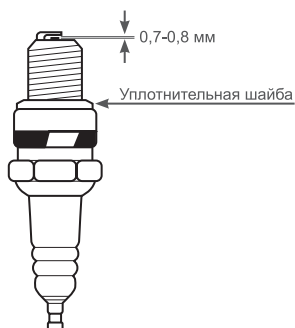

Рис. 29. Обслуживание свечи зажигания
4. Измерьте зазор между электродами свечи зажигания специальным щупом. Зазор должен быть 0,7-0,8 мм, см. Рис.29. При увеличении, или уменьшении требуемого зазора, рекомендуется заменить свечу, так как регулировка зазора может привести к изменению качества искрообразования.
При установке новой свечи зажигания для обеспечения требуемой затяжки, заверните свечу ключом на $\frac{1}{2}$ оборота после посадки буртика свечи на уплотнительную шайбу. При установке бывшей в эксплуатации свечи зажигания, для обеспечения требуемой затяжки заверните свечу ключом на $\frac{1}{4}$ - $\frac{1}{8}$ часть оборота после посадки буртика свечи на уплотнительную шайбу (Рис.29.).